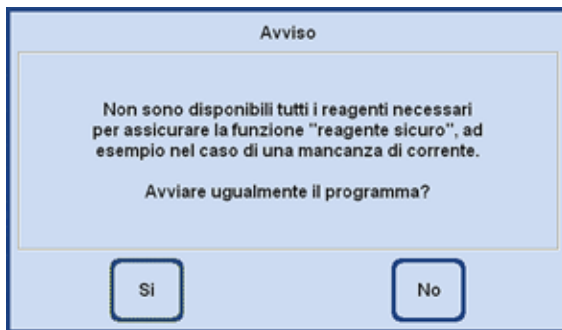

Fig. 245
- Se all'avvio del programma viene utilizzato un reagente, per il quale nello strumento non è presente un reagente sicuro, compare un messaggio (fig. 245). L'avvio del programma **NON** viene tuttavia impedito.